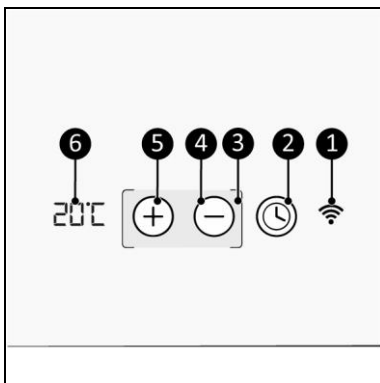

Figure 5
L'écran LED s'éteint automatiquement après ± 15 secondes. Les crochets restent visibles. Touchez l'appareil entre les crochets (Figure 5, pos. 3) pour l'allumer à nouveau.